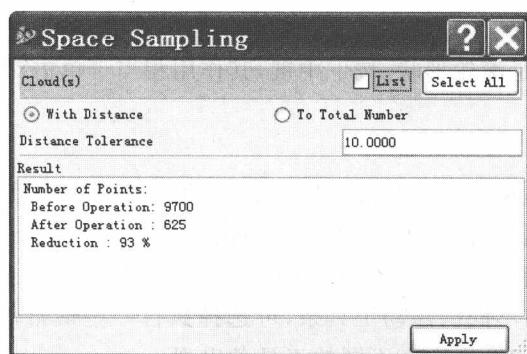

图 1.14
(3) : 减少点云(Space Sampling)。当点云太密时,采用此命令使点云均匀地稀疏。方法有两种,一种是给出两点间距(Distance Tolerance),此操作删除距离之内的点,如图 1.14 所示;一种是给出剩余点云的总数(To Total Number)。